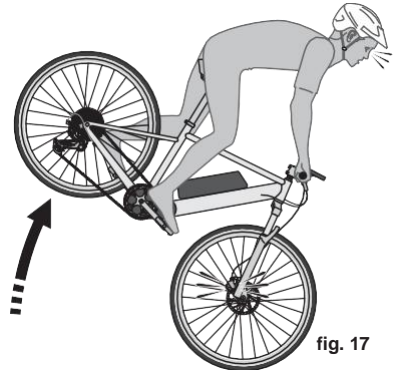

fig. 17
1. Une application trop forte ou trop soudaine des freins peut bloquer une roue, ce qui peut entraîner une perte de contrôle et une chute (voir fig. 17).